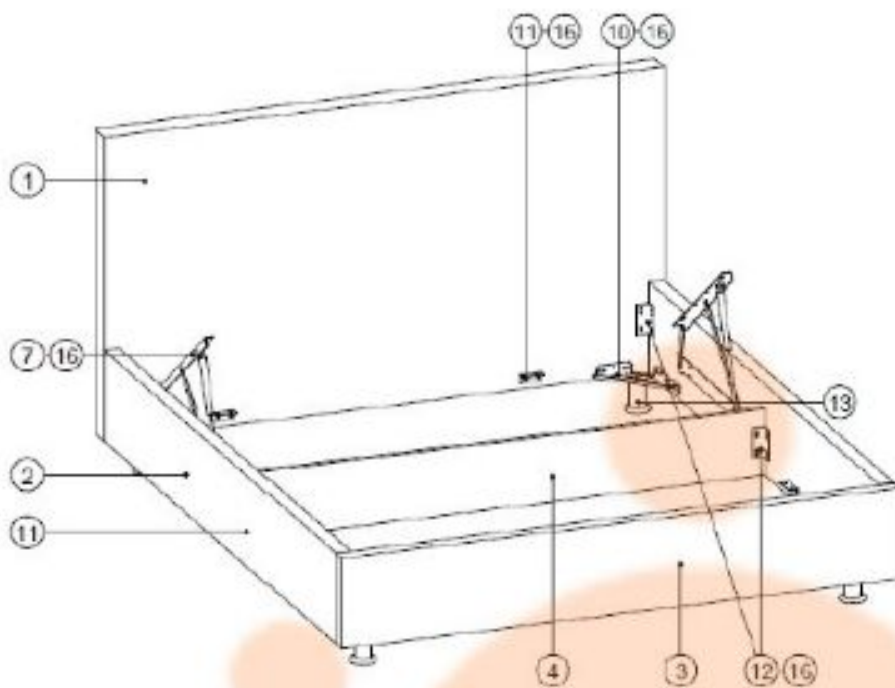

Рис. 2
Каркас кровати состоит из изголовья (1), двух царг: левой и правой (2), изножья (3) и центральной царги (4). Разложите все детали каркаса по назначению (см. рис.2).
Установите посередине каркаса кровати центральную царгу (импост) (4). Закрепите импост к боковым царгам (2) при помощи двух уголков №508 (12) и болтов М6х20 (16), как показано на рис. 2.